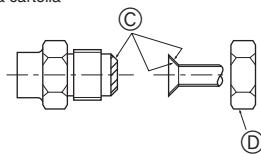

Fig. 4-1
4.2. Collegamento dei tubi (Fig. 4-1)
- Stendere uno strato sottile di oliorefrigerante sul tubo e collegare la superficie di appoggio prima di serrare il dado a cartella. ④
- Serrare i raccordi dei tubi usando due chiavi. ⑤
- Applicare olio adatto alle macchine di refrigerazione sull'intera superficie di allacciamento svasata. ⑥
- Utilizzare i dadi a cartella per le seguenti dimensioni di tubazioni. ⑦
Ⓐ (Fig. 4-1)
Ⓑ (Fig. 4-1)